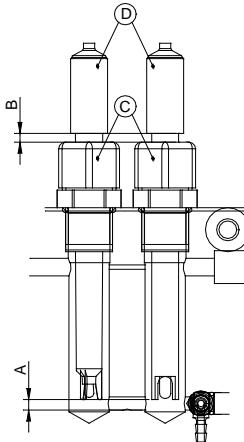

Figura 8 - Detalhe de montagem dos elétrodos par de elétrodos
Para a montagem dos elétrodos (Figura 8, pos. D), seguir o procedimento abaixo descrito:
- Inserir os elétrodos, prestando atenção para deixar menos de 10 mm do fundo do alojamento no porta-sonda em plexiglas (Figura 8, pos. A).
- Apertar os casquinhos manualmente (Figura 8, pos. C) prestando atenção para evitar a rutura do plástico transparente dos próprios elétrodos.